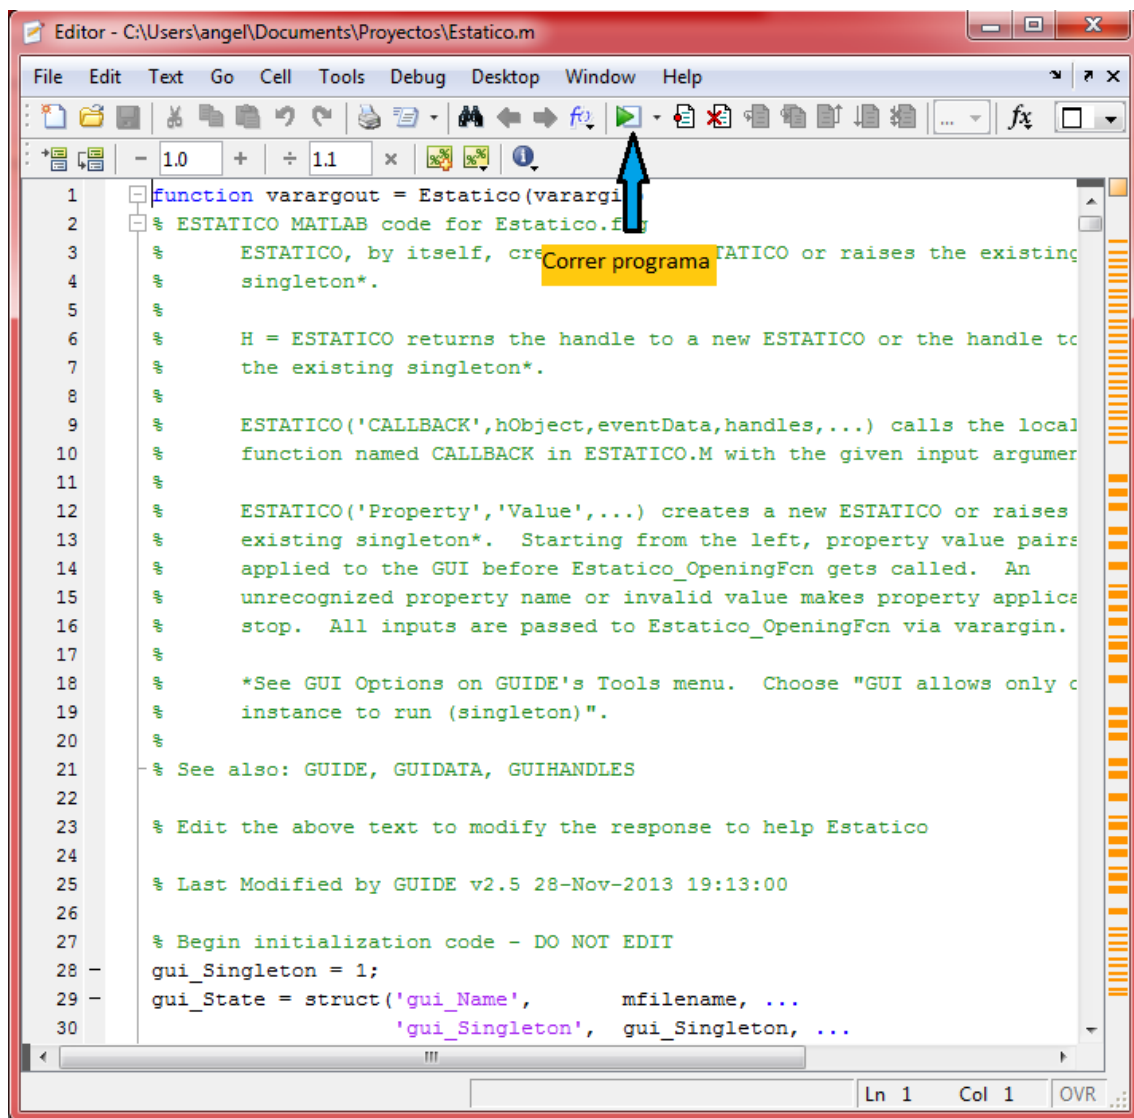

Fig. 3 Ventana de programación
- Una vez que damos abrir en la ventana “abrir”, la siguiente ventana que nos aparecerá de manera inmediata será la ventana de programación (Editor) como se muestra en la fig. 3, la cual no deberá sufrir modificaciones para que el programa siga funcionando adecuadamente. En esta ventana encontraremos en la barra de herramientas el botón “correr o ejecutar” (Run) el cual seleccionaremos para correr o ejecutar el programa. En el caso de que de manera accidental se altere o modifique dicha programación, bastará con cerrar la ventana antes de correrla y no guardar las modificaciones.